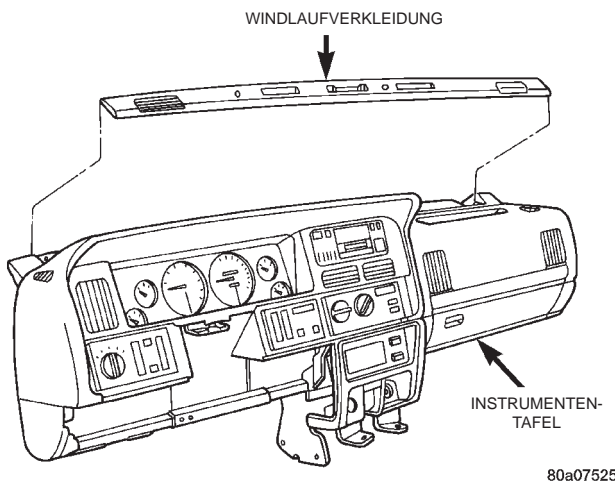

Abb. 21 Windlaufverkleidung aus- und einbauen
(1) Batterie-Minuskabel abklemmen und elektrisch isolieren.
(2) Mit einem Hartkunststoffstab oder einem ähnlichen geeigneten Werkzeug mit breiter, flacher Klinge die Windlaufverkleidung von der oberen Abdeckung der Instrumententafel vorsichtig abhebeln (Abb. 21).